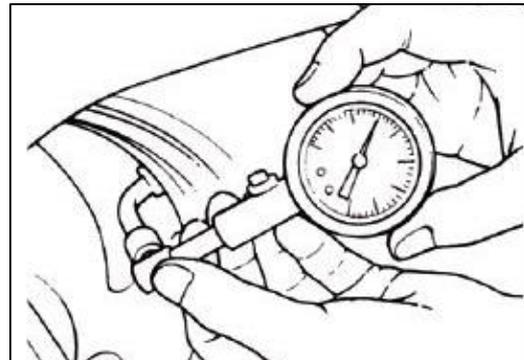

Fig. 36
**Presión determinada para la llanta. Fig.36.**